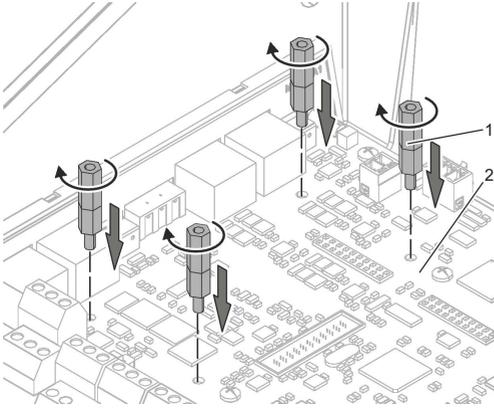

Fig. 7: Espaceurs
2. ► Vissez les quatre espaceurs (Voir la Fig. 7/1) dans les ouvertures correspondantes sur le circuit imprimé principal du TCU3 ou du TAM (Voir la Fig. 7/2) et serrez-les (à la main).